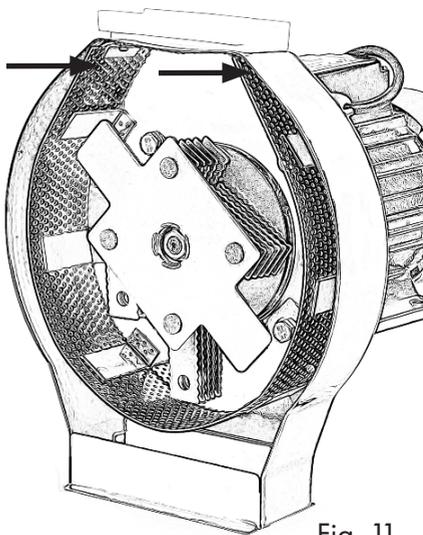

Fig. 11
4. **Mise en place d'un nouveau tamis :** Choisissez le tamis de votre choix et montez-le conformément à la figure 11.